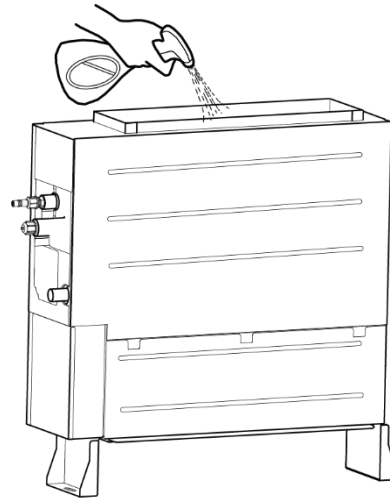

Abb. 4.3.10
- 2) Sprühen Sie 1 l Wasser mit einer Sprühflasche auf den Verdampfer, siehe Abb. 4.3.10.